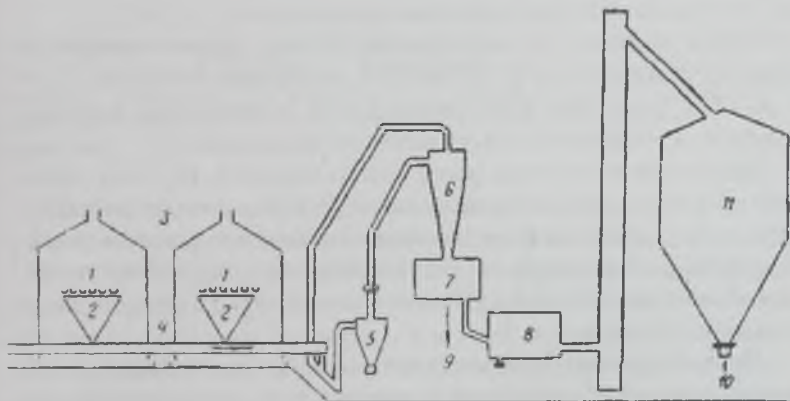

Рис. 10. Канальный процесс производства сажи.
**Канальный процесс.** Этот процесс схематически представлен на рис. 10. Природный газ сжигается в узких щелевых керамических горелках, образуя диффузионные пламена, которые ударяются в холодные осадительные металлические поверхности. Последние по форме представляют собой 20 – 25 сантиметровые каналы (отсюда и название канальный процесс) из кровельного железа. Эти поверхности медленно передвигаются над горелками и собирают сажу. Сажа удаляется с каналов скребками, закрепленными в верхней части больших приемников.